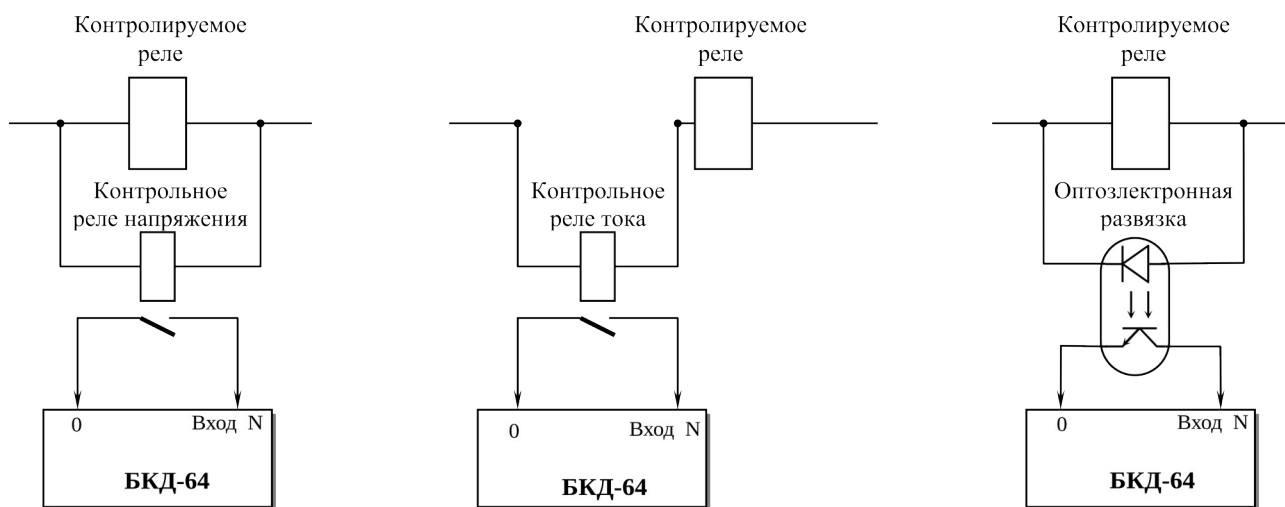

Рисунок 50
11.1.6.5 При отсутствии у контролируемого реле свободных контактов, применяются маломощные контрольные электромеханические, герконовые или полупроводниковые реле. Контрольные реле напряжения включаются параллельно контролируемому элементу, контрольные реле тока – последовательно (см. рисунок 50).